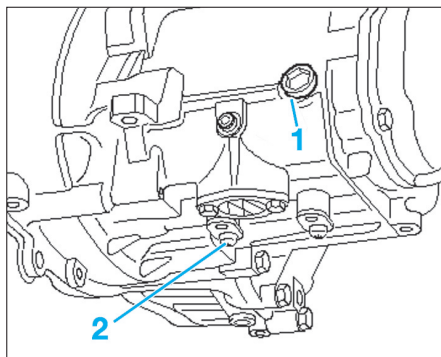

Fig. 1
- Déposer le bouchon de vidange (2) et laisser s'écouler l'huile (Fig.1).
- Remplir la boîte de vitesses d'huile de boîte jusqu'au bord inférieur de l'orifice de remplissage (1) (Fig.1)